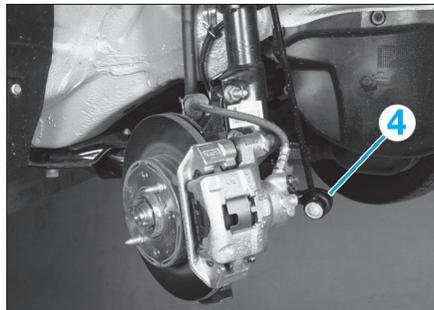

FIG. 10
- De chaque côté, déposer la vis (4) de la biellette de barre stabilisatrice puis déloger cette dernière (Fig.10).